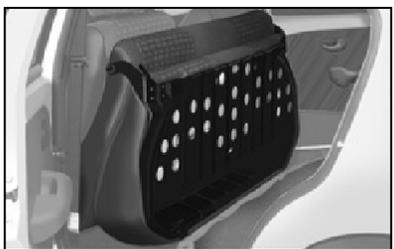

fig. 62
4) Rebater para a frente o encosto, passando os cintos pelos lados, até que este se apoie sobre o assento traseiro **fig. 62**.